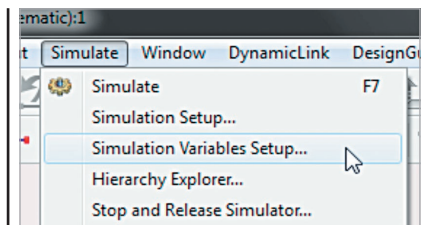

Рис. 26
- Перейдіть до розділу **Simulate** > **Simulation Variables Setup** (рис. 26).